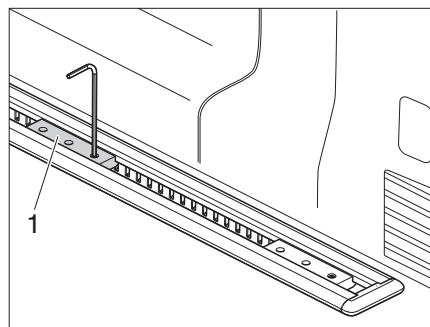

Fig. 27 Smontaggio del tassello scorrevole
- Svitare la vite Allen del tassello scorrevole **anteriore** (Fig. 27,1) e togliere il tassello scorrevole dalla guida.